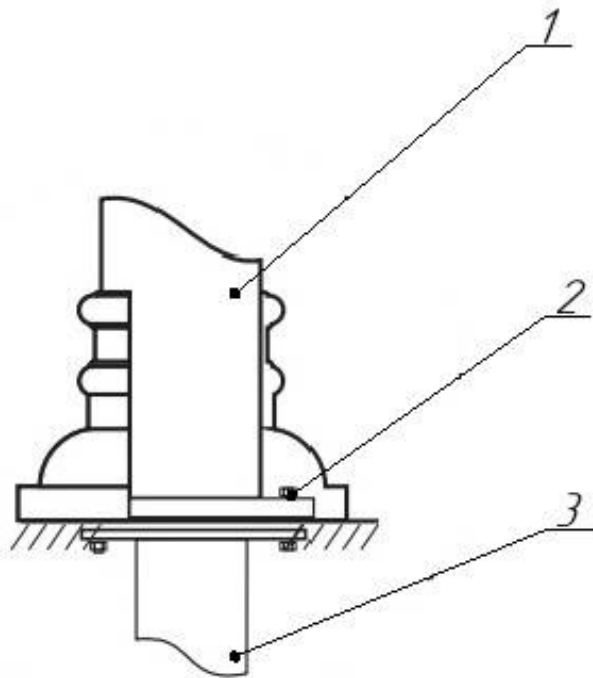

Рисунок 5 - Установка опоры
2.8 Установка опоры осуществляется крепежными болтами (рисунок 5).